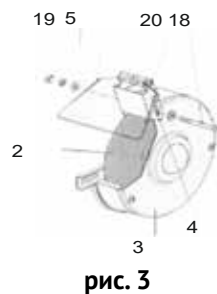

рис. 3
2.2.3 Регулировка кронштейна экрана - искроуловителя (см. рис.3)
Экран прозрачный (рис.1 поз.5) защищает глаза и руки оператора от искр, летящих от затачиваемого инструмента. Всегда используйте его при работе. При первоначальной установке и по мере износа шлифовального круга сухой заточки, периодически проводите регулировку установки кронштейна экрана (рис. 3 поз.4). Кронштейн экрана (искроуловитель) устанавливается на минимальном расстоянии от поверхности круга (2 мм). Это позволяет задерживать абразивные частицы, отлетающие от круга в сторону оператора.
- ослабить крепление кронштейна экрана (гайка – поз19 и винт – поз18 рис.3);
- сдвинуть на минимальное (2 мм) расстояние нижнюю кромку кронштейна (рис.3 поз.4) от поверхности круга (рис.3 поз.2);
- закрепить кронштейн в нужном положении винтом (рис.3 поз.18);
- установив прозрачный экран (рис.1 поз.5) в нужном положении, зафиксировать его гайкой (рис.3 поз.20).